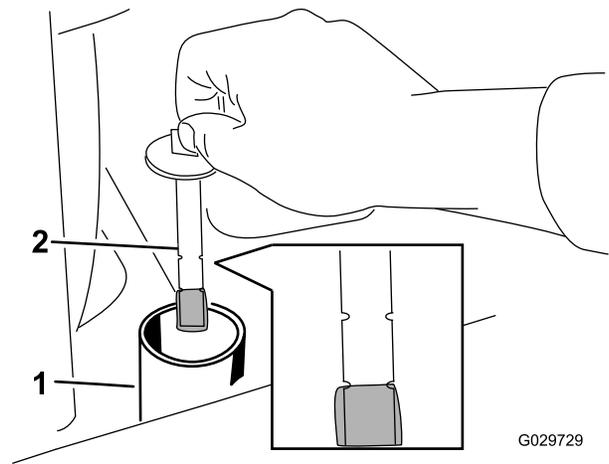

Bild 62
6. Entfernen Sie den Deckel des Hydraulikbehälters und den Peilstab (Bild 62).